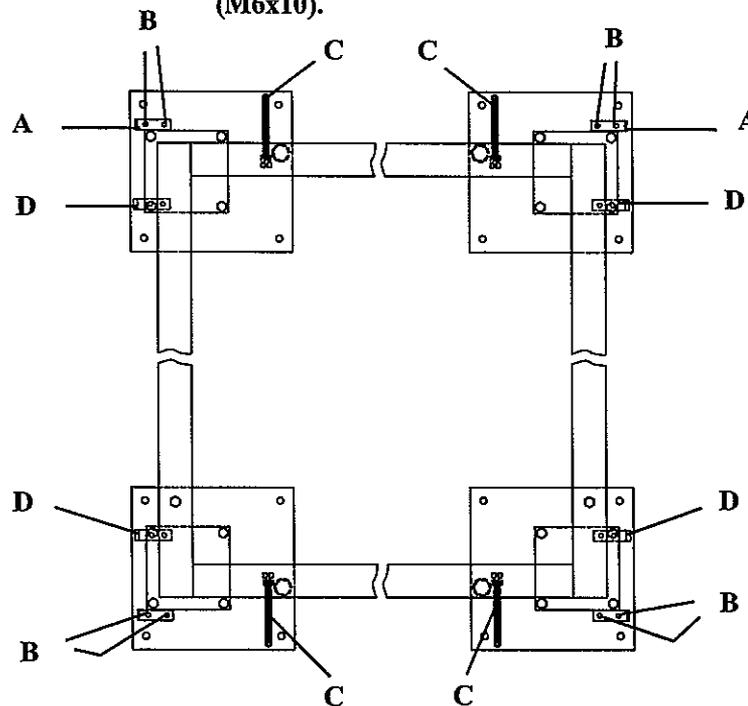

fig. 14
-Remove screws, washers and sleeves screwed in the hinges (*fig. 14/A*) from the guards. These hinges are secured to each of the four bases. Put the sleeves in the holes at the guards corners. Secure them using screws and washers. The sleeves must permit the guards movement. Rectify hinges position if required, by loosening the mounting screws (*fig. 14/B*) and move them in the appropriate direction.
-Engage the springs (*fig. 14/C*) between the bases brackets and the guards brackets (two springs for each bracket).
-Place the side guards between the side brackets (*fig. 14/D*) and the folded corners of the front and rear guards.
-Desmontar los tornillos, arandelas y casquillos atornillados en las charnelas (*fig. 14/A*) de las tapas. Dichas charnelas están fijadas a cada una de las cuatro bases. Pasar los casquillos por los taladros de los extremos de las tapas. Fijarlas mediante los tornillos y las arandelas. Los casquillos deben permitir el movimiento de las tapas. Rectificar la posición de las charnelas si fuera preciso, aflojando los tornillos de fijación (*fig. 14/B*) y desplazándolas en el sentido adecuado.
-Enganchar los muelles (*fig. 14/C*) entre los soportes de las bases y los de las tapas (dos muelles en cada soporte).
-Introducir las tapas laterales entre los soportes laterales (*fig. 14/D*) y los extremos doblados de las tapas anterior y posterior.
-Démonter les vis, rondelles et frettes vissées sur les charnières (*fig. 14/A*) des protecteurs. Ces charnières sont fixées à chacune des quatre bases. Introduire les frettes par les trous des extrêmes des couvercles. Les fixer avec les vis et les rondelles. Les frettes doivent permettre le mouvement des protecteurs. Rectifier la position des charnières si nécessaire, en desserrant les vis de fixation (*fig. 14/B*) et les déplaçant dans le sens approprié.
-Retenir les ressorts (*fig. 14/C*) entre les supports des bases et ceux des couvercles (deux ressorts dans chaque support).
-Introduire les carters latéraux entre les supports latéraux (*fig. 14/D*) et les extrêmes doublés des protecteurs avant et arrière.